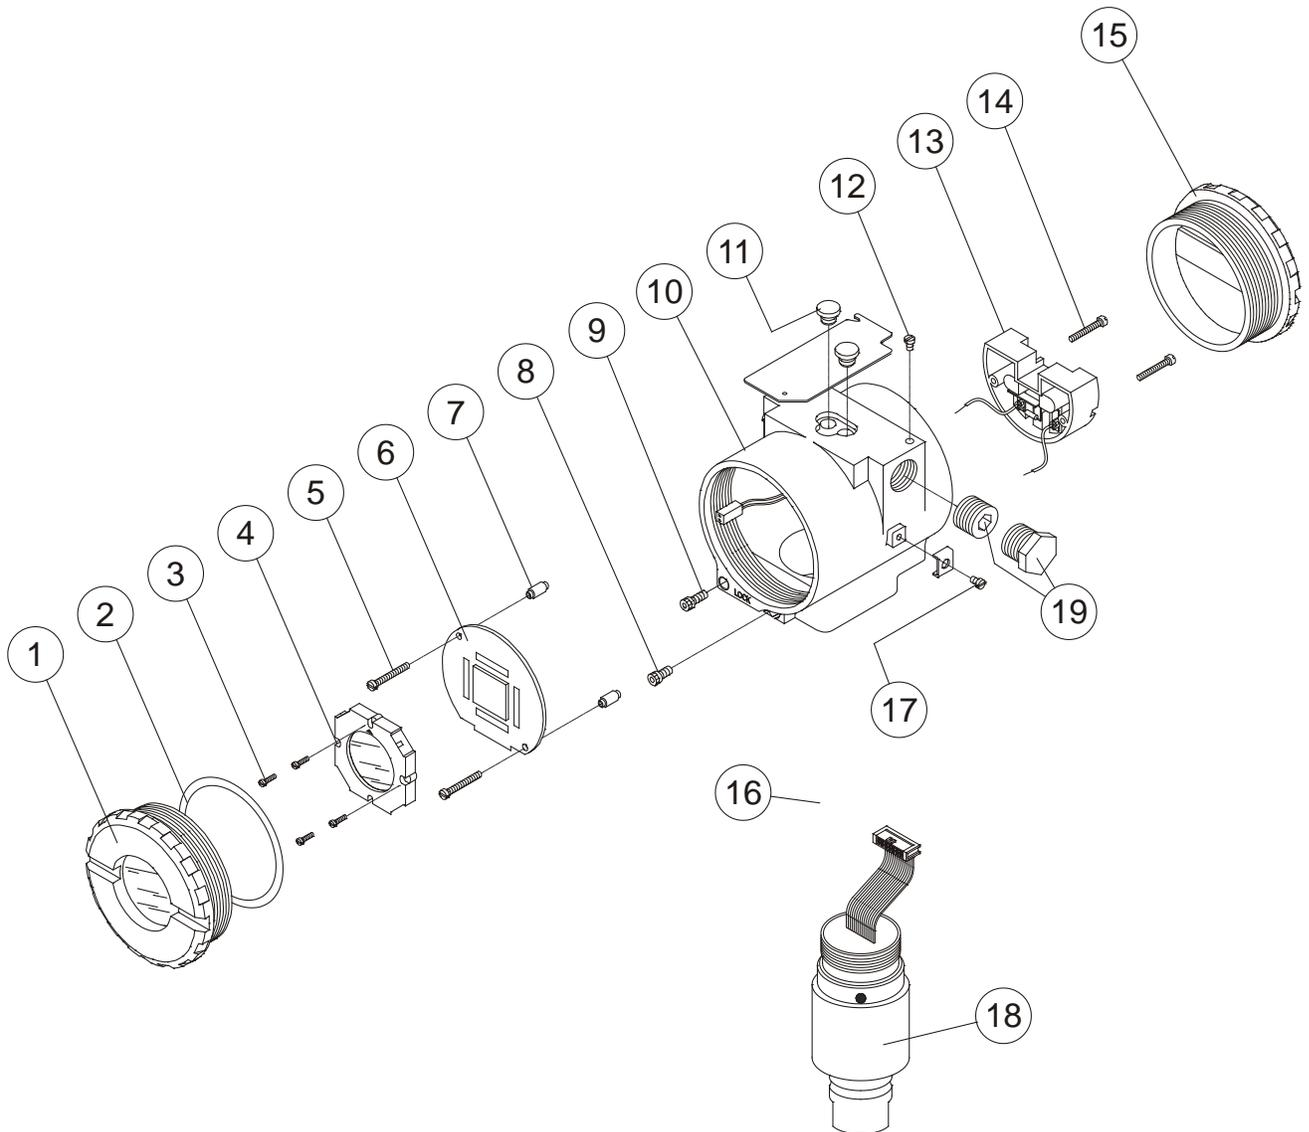

Figura 5.1 – Vista del LD291 Desarmado
La Figura 5.1 muestra un **LD291** desarmado para ayudar la comprensión de lo siguiente:
Introduzca los tornillos (5) en los orificios de la placa principal (6) y de los separadores (7) según muestra la Figura 5.1 y fíjelos en el alojamiento.